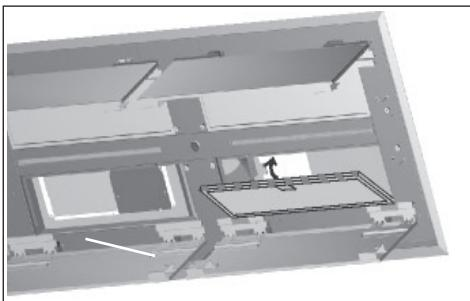

FIG. 26
1. Pour installer les filtres à graisses, alignez les languettes arrière des filtres dans les fentes de la hotte. Enfoncez la languette métallique, poussez le filtre en place et relâchez la languette. Vérifiez si le filtre est bien fixé une fois replacé. Fig.26.